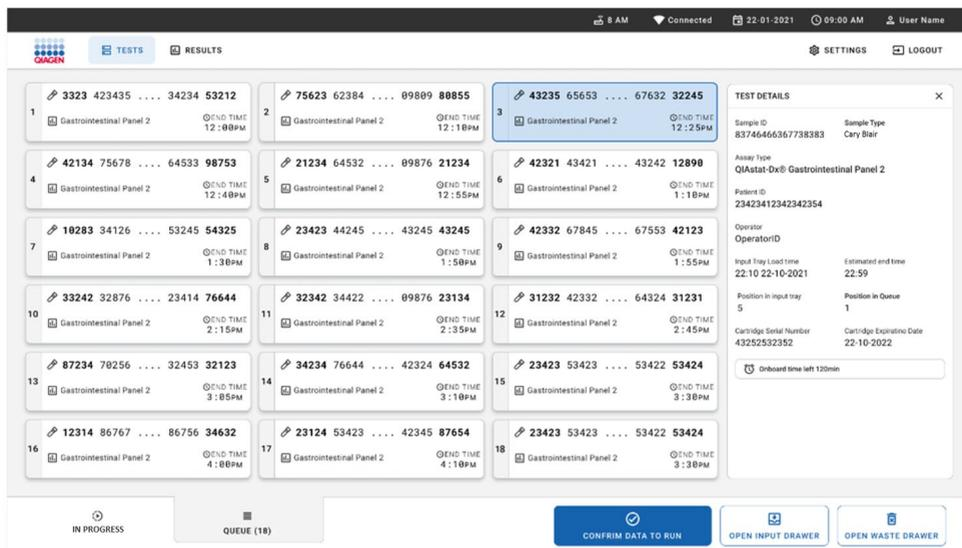

Figura 29. Schermata di coda dei campioni con esame selezionato e visualizzazione di informazioni aggiuntive.
Selezionando un test sul touchscreen è possibile visualizzare informazioni aggiuntive nella sezione **TEST DETAILS** (Dettagli del test) della schermata (Figura 29).
15. Premere il pulsante **CONFIRM DATA TO RUN** (Confermare i dati per eseguire) nella parte inferiore dello schermo quando tutti i dati visualizzati sono corretti (Figura 29). Dopodiché è necessaria una conferma definitiva da parte dell'operatore per eseguire i test (Figura 31).